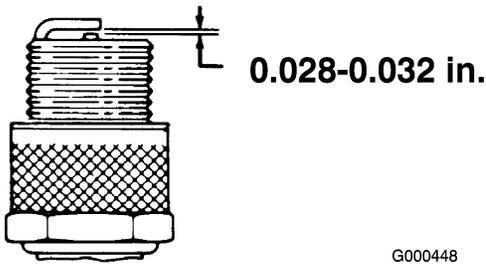

図 24
3. エア・ギャップを0.7~0.8 mmに調整する (図 24)。点火プラグをエンジンに取りつけて、2.35 kg.mにトルク締めする。